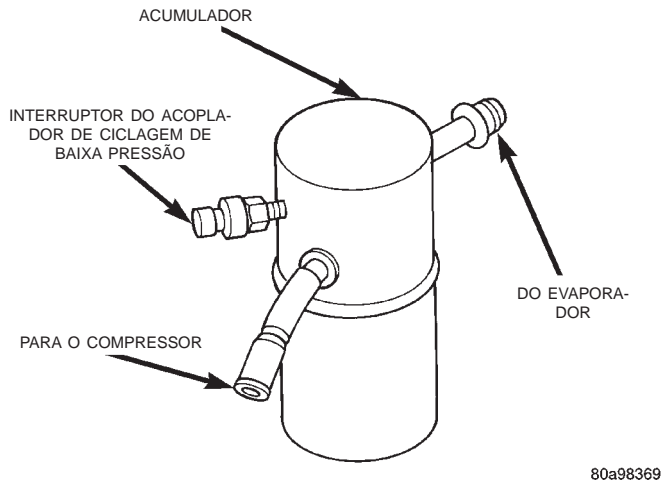

Fig. 33 Remoção/Instalação do Interruptor do Acoplador de Ciclagem de Baixa Pressão
(1) Desconecte e isole o cabo negativo da bateria.
(2) Desligue o conector do chicote de fiação do interruptor do acoplador de ciclagem de baixa pressão próximo a parte superior do acumulador (Fig. 33).
(3) Desparafuse o interruptor do acoplador de ciclagem de baixa pressão do encaixe do lado do acumulador.
(4) Remova a vedação de O-ring do encaixe do acumulador e descarte-a.